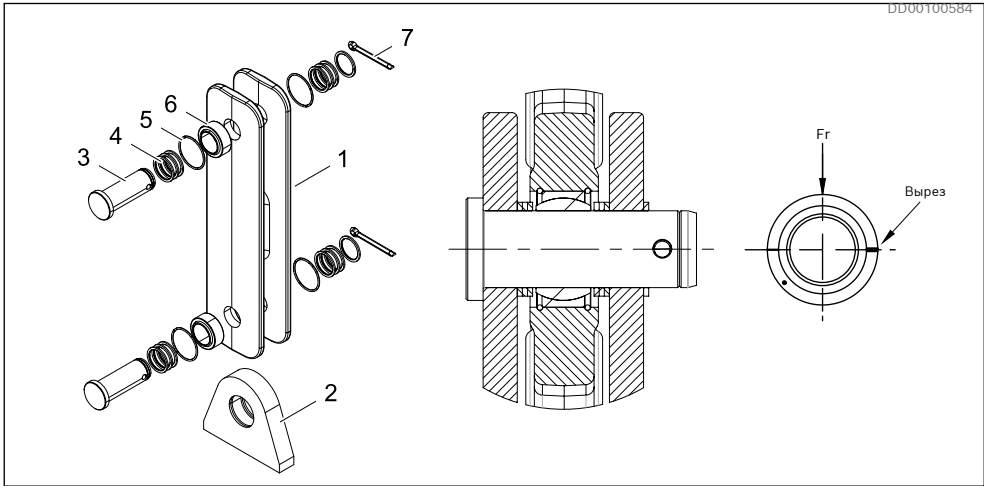

Рис. 22. Стандартное шарнирное соединение ТС А
- 2 Перед сваркой необходимо демонтировать шарнирное соединение и сферический подшипник скольжения. См. Рис. 22 и Рис. 23
- 1. Монтаж подшипника (6) должен осуществляться путем приложения усилия к его наружному кольцу с помощью монтажной втулки или обрезка трубы.
- 2. Подшипник должен быть установлен таким образом, чтобы вырез в его наружном кольце располагался перпендикулярно направлению приложения нагрузки. См. Рис. 22 (также действительно для Рис. 23)
- 3. Зафиксируйте подшипники стопорными кольцами (5).
- 4. Смонтируйте остальные компоненты согласно Рис. 22 и Рис. 23
1. Монтаж подшипника (6) должен осуществляться путем приложения усилия к его наружному кольцу с помощью монтажной втулки или обрезка трубы.
2. Подшипник (6) должен быть установлен таким образом, чтобы вырез в его наружном кольце располагался перпендикулярно направлению приложения нагрузки. См. Рис. 22 (также действительно для Рис. 24)
3. Зафиксируйте подшипники (6) стопорными кольцами (5).
4. Смажьте втулки (7) и вал (3) доступной консистентной смазкой, желательно графитовой. Не наносите смазку на резьбу.